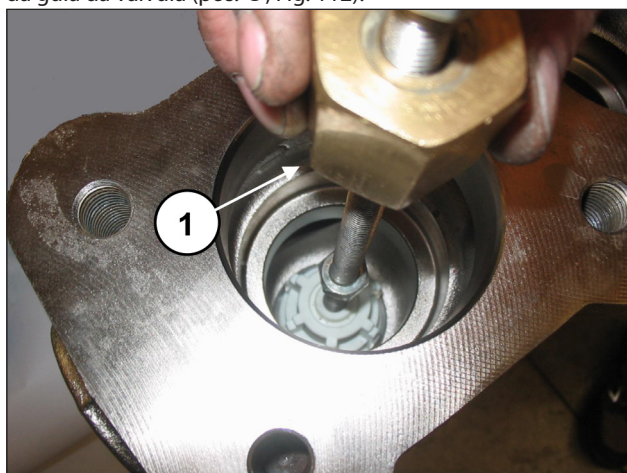

Fig. 112
Extraia o grupo da válvula de aspiração, mediante o uso de um extrator de mecanismo de percussão, para aplicar no furo M10 da guia da válvula (pos. ①, Fig. 112).